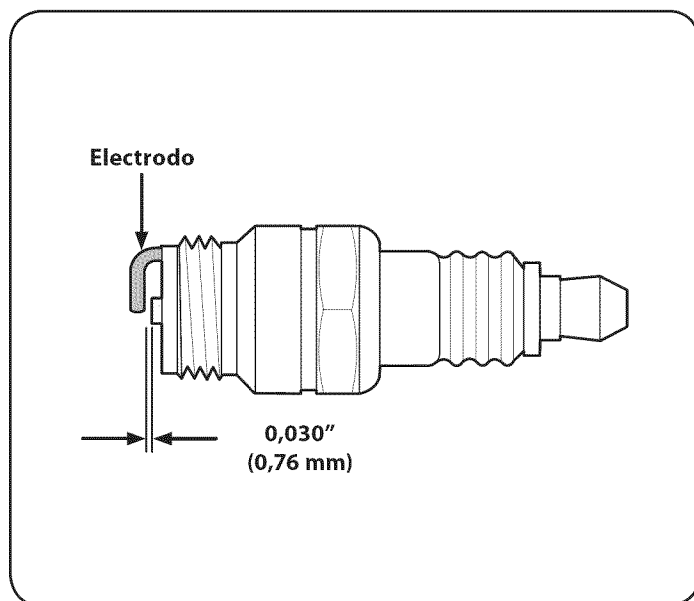

Figura 27
3. Mida la separación de bujía con un calibrador. Realice los ajustes necesarios torciendo el electrodo lateral, Figura 27. La separación debe ajustarse en 0,02-0,03 pulgadas (0,60-0,80 mm).